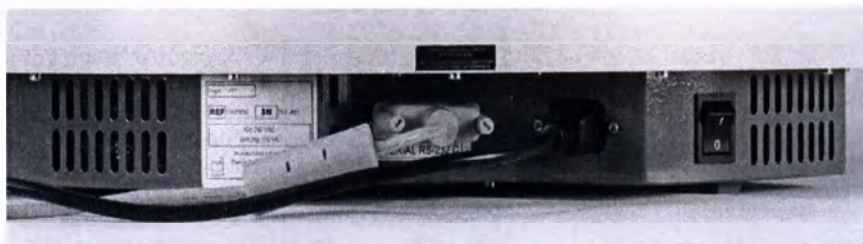

Рис. 5.8 Подключение сетевого и последовательного кабелей
1. Подключить сетевой кабель к сетевому разъему инструмента (Рис. 5.8), расположенному слева внизу на задней/боковой стороне инструмента. При необходимости использования другого кабеля, следует использовать только кабели, сертифицированные местными надзорными органами. Перед подключением сетевого кабеля следует убедиться, что напряжение, указанное на табличке, расположенной слева внизу на боковой/задней панели (Рис. 4.3), соответствует напряжению в сети.